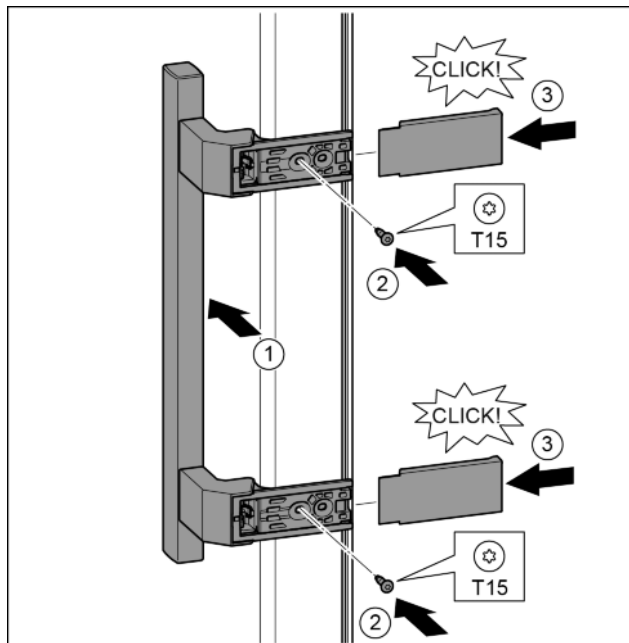

Fig. 19
- Встановіть ручку з протилежного боку. Fig. 19 (1)
- Закрутіть гвинти за допомогою викрутки T15. Fig. 19 (2)
- Встановіть кришки з боків та вставте їх. Fig. 19 (3)